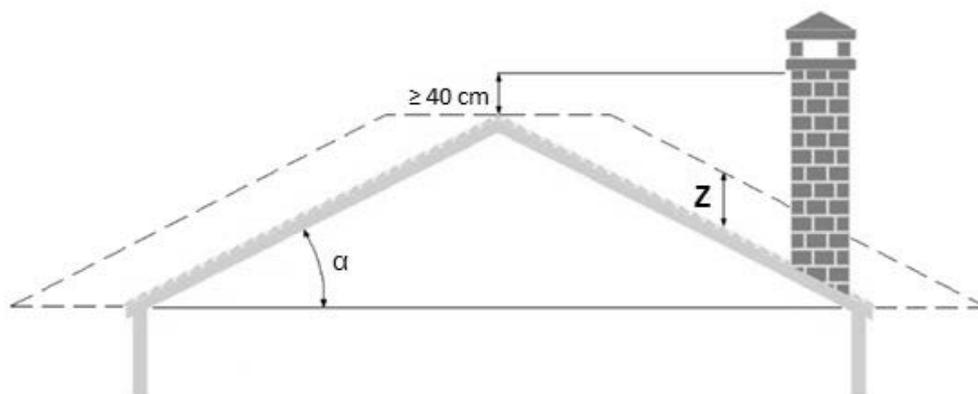

Fig. 5 - Zones de reflux
- Il faut éviter le positionnement de la sortie du terminal dans les zones de reflux (zones « z » dans la **Fig. 5**) qui varient en fonction de l'inclinaison du toit.
LÉGENDE	Fig. 5